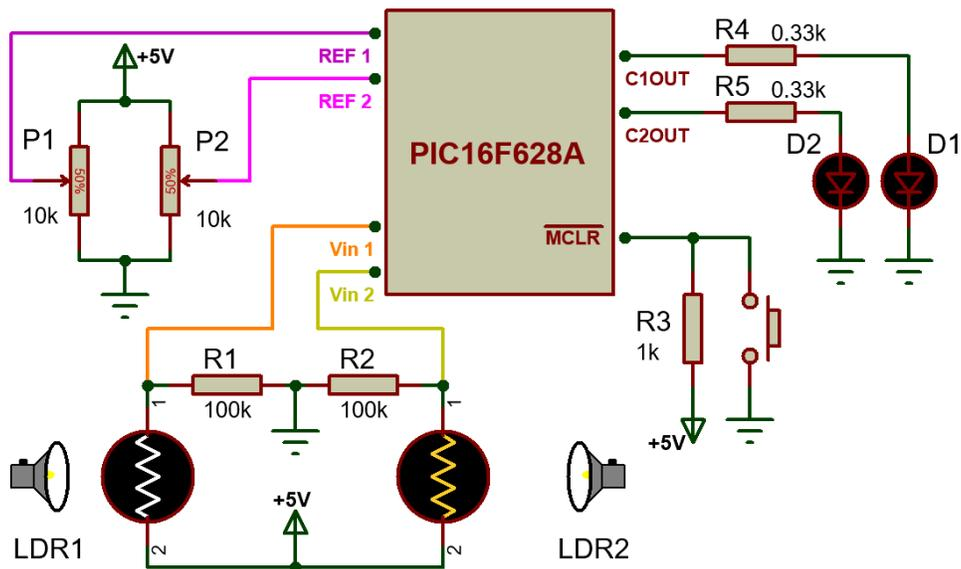

Figura 7.3. Circuito simbólico de control de iluminación.
- 2) Desarrolle un programa que permita que el microcontrolador funcione como un “sistema de control de iluminación”. El programa debe hacer uso de los módulos de comparación de voltaje integrados en el microcontrolador, además, el circuito debe contar con entradas de calibración para los voltajes de referencia como se muestra en la figura 7.3. **Revise la hoja técnica del microcontrolador para elegir el modo de operación más apropiado.**
2. Para el circuito mostrado en la figura 7.3, compruebe que las conexiones correspondan con las terminales de las entradas y salidas de los comparadores de voltaje indicadas en las actividades previas.